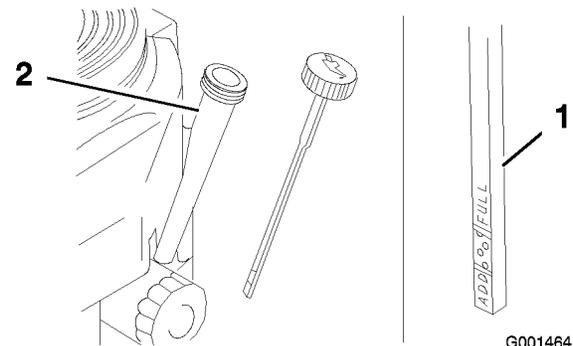

Figura 33
4. Limpie alrededor de la varilla de aceite (Figura 33) para impedir que caiga suciedad por el orificio de llenado y cause daños en el motor.
5. Desenrosque la varilla de aceite y limpie el extremo (Figura 33).
6. Deslice la varilla a fondo en el tubo de llenado, pero no la enrosque en el tubo (Figura 33).
9. Vierta lentamente un 80% aproximadamente de la cantidad especificada de aceite por el tubo de llenado (Figura 33).